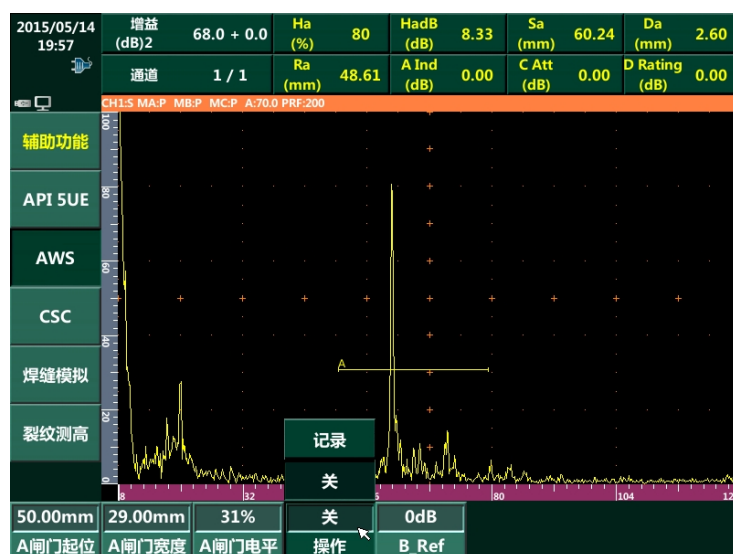

图 2-6 记录峰值回波
- 3) 将“操作”菜单设置为“记录”，“B\_Ref”子菜单将记录当前增益值为 B Reference Level，如图 2-6 所示。